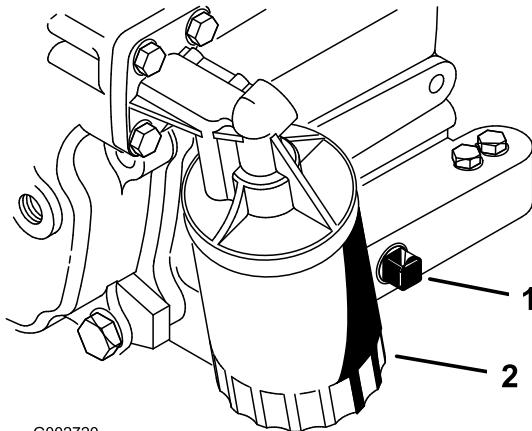

Рисунок 27
2. Снимите маслосливную пробку (Рисунок 27) и дайте маслу стечь в сливной поддон. Когда масло перестанет течь, установите маслосливную пробку на место.
3. Снимите масляный фильтр (Рисунок 27).